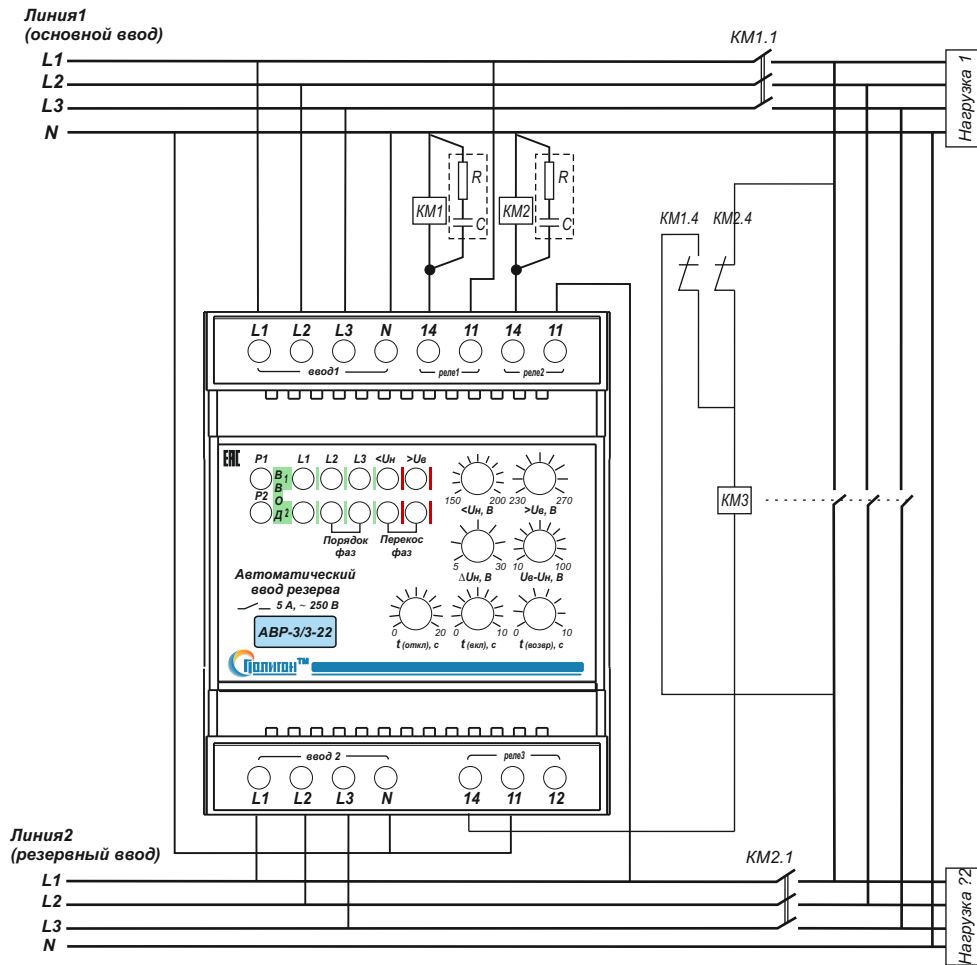

Рис.1. Типовая схема подключения АБР-3/3-22. Рекомендуется включать параллельно катушке пускателя искрогасящую цепочку R – 51 Ом 1Вт, С – 0,1 мкФ 630 В.
4.2 Установить блок в электрощите и произвести подключение контролируемой сети 1-го и 2-го ввода, цепей управления и сигнализации согласно маркировке (Рис.1.): L1, L2, L3 (ВВОД 1) – фазы 1-го силового ввода; L1, L2, L3 (ВВОД 2) – фазы 2-го силового ввода; N – нейтраль (общая для основного и резервного вводов); 12-11-14 (NC-COM-NO) — переключающий контакт реле. Для внутренних реле Р1 и Р2 используется контакт только на замыкание